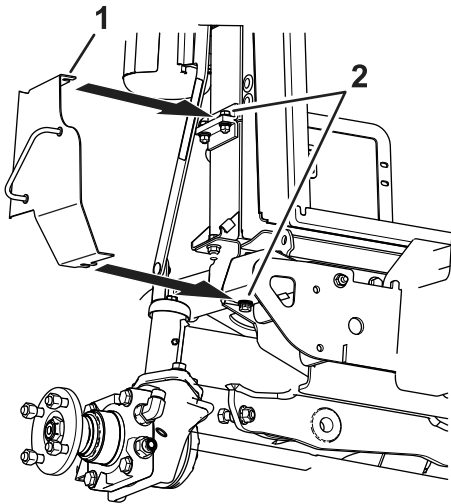

Figuur 13
10. Verwijder de bestaande moer en bout onder de radiator waarmee de bumperbeugel bevestigd is (**Figuur 13**).